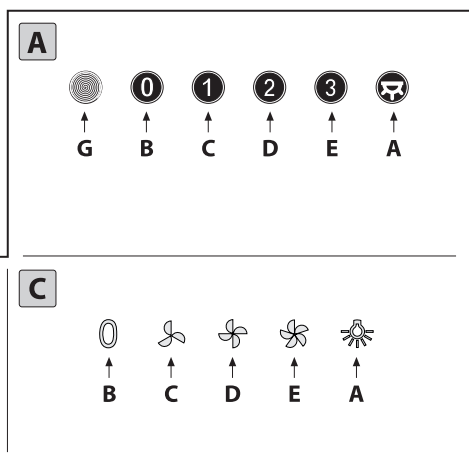

Fig.12
• **Comandi meccanici (Fig.12.A.B.C)** la simbologia è di seguito riportata: